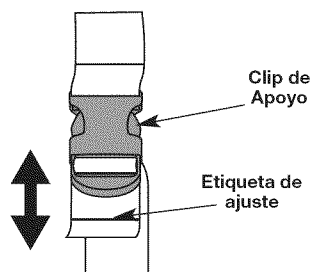

Fig. 3
2. Ajústela levantándola ligeramente en la parte posterior de la presilla inferior, empuje o tire del extremo suelto de la correa para adaptarla al tamaño y comodidad del operador. (Fig. 3).